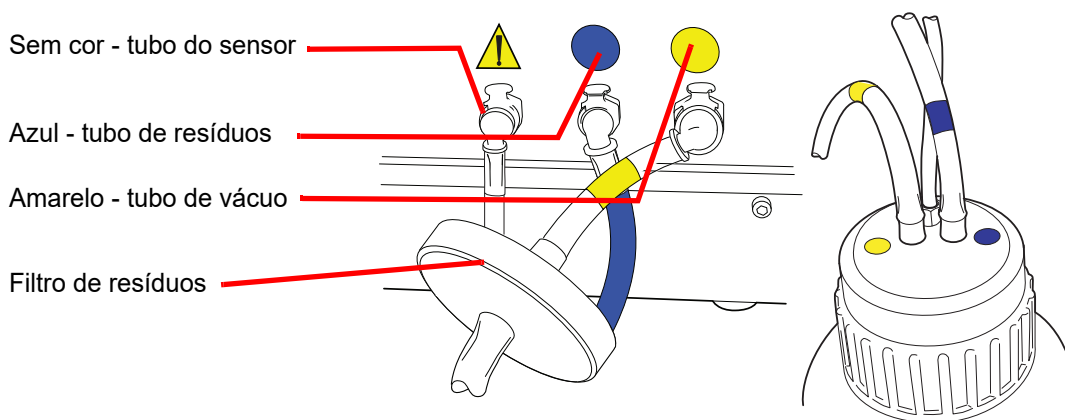

Figura 8-18 Conexões dos tubos da garrafa de resíduos
3. Localize as três conexões da garrafa de resíduos na parte traseira do processador ThinPrep Genesis. Consulte a Figura 8-18. Certifique-se de que os botões dos conectores estejam na posição para baixo/para dentro.